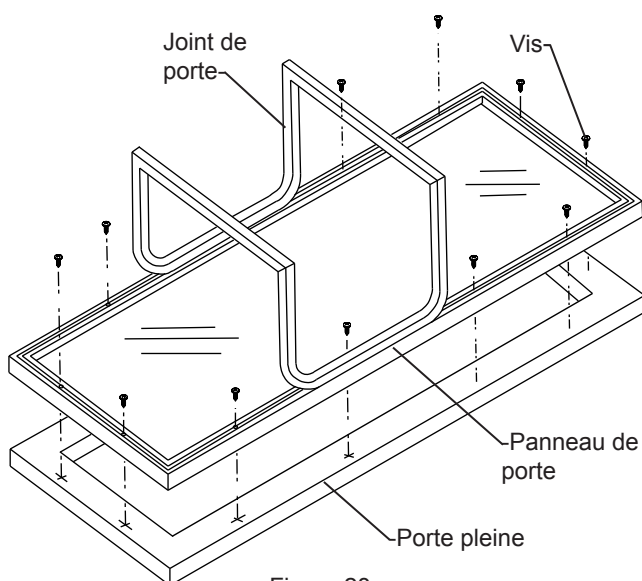

Figure 28
1. Enlevez le joint de l'avant de porte (Voyez la Figure 28). Pour cela, sortez-le du canal qui le retient sur l'avant de porte. Cela va exposer les trous de traversée pour le montage du panneau de revêtement personnalisé (Voyez la Figure 28).
2. Mettez la porte sur le panneau de revêtement et alignez les bords (Voyez la Figure 28). Maintenez le panneau en position et marquez l'emplacement des avant-trous. Récupérez la taille requise des avant-trous dans le Tableau E ci-dessous, et percez-les en vous assurant de ne pas traverser complètement le panneau de revêtement.